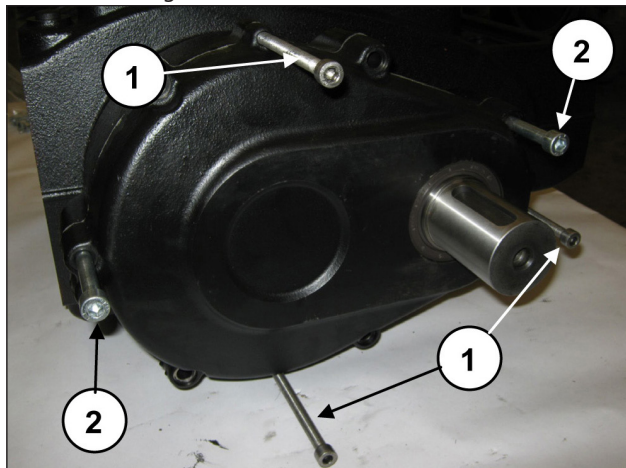

Abb. 5
Drehen Sie 3 Stiftschrauben oder Gewindeschrauben M8 (Pos. ①, Abb. 5) als Abzieher in die entsprechenden Bohrungen ein und zwei ausreichend lange Schrauben M10 für die Halterung des Deckels ein (Pos. ②, Abb. 5).